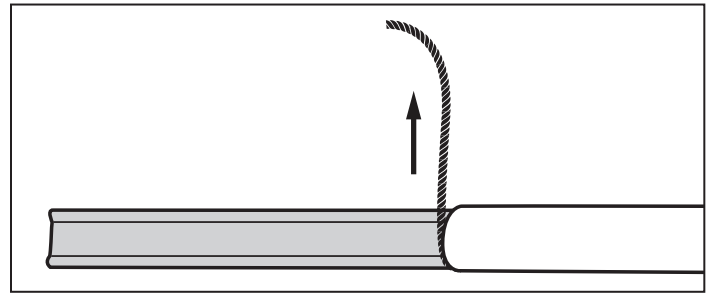

Figure 15-11
15.4.2. SÉPARATION DE LA TRESSE MÉTALLIQUE ET FORMATION D'UN BOUT DÉNUDÉ (Figure 15-11)